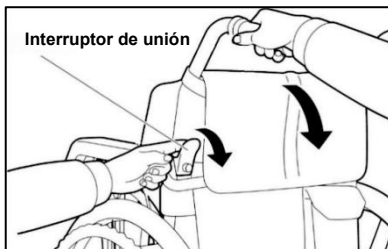

FIG. 2
2. Tire del interruptor de unión hacia atrás mientras pliega la manija hacia abajo (ver **FIG. 2**).